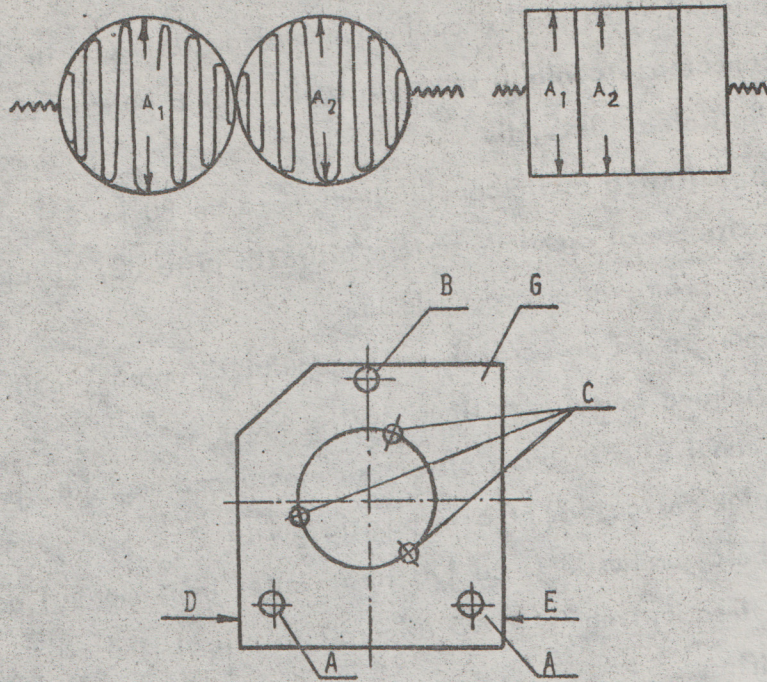

Fig.13. Reglaj radial.
- se urmărește ca pe ecranul osciloscopului să apară imagine ca în fig.13; amplitudinea celor două figuri să fie egale